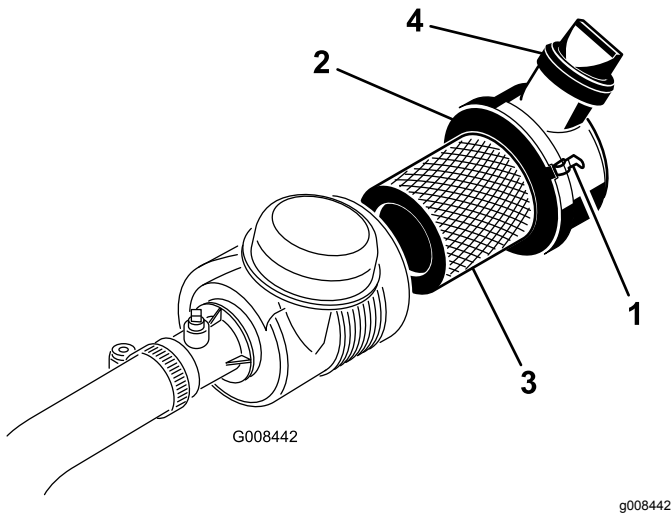

图 33
1. 松开将空气滤清器盖固定到空气滤清器壳体上的门闩 图 33。
7. 确保门闩将盖子固定到壳体上 图 33。